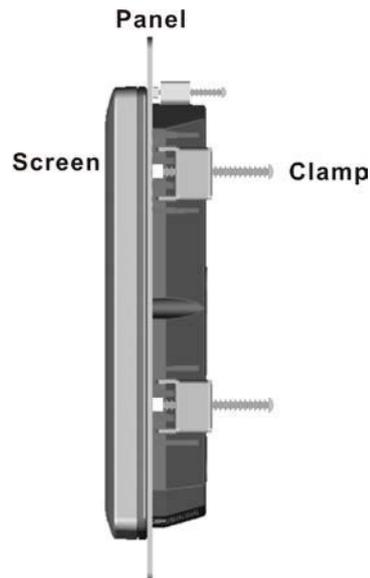

Abbildung 4-15: Befestigung im Rahmen
Schritt 5: Ziehen Sie die Schrauben der Montageklammern an, bis der Touch Panel PC fest im Rahmen sitzt (**Abbildung 4-15**).